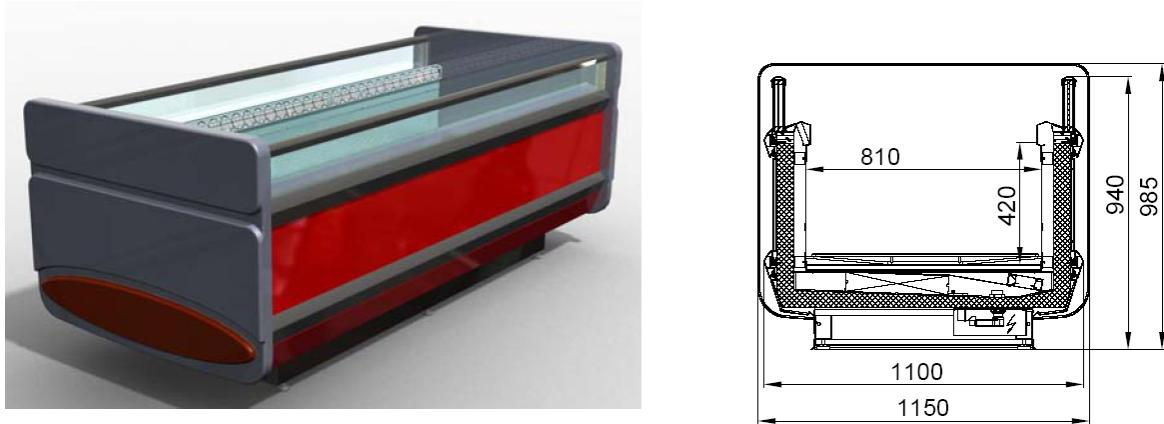

Рисунок 3. Витрина РУБИН КОМПАКТ
- «РУБИН-КОМПАКТ» - бонета шириной 1150мм (глубина выкладки 810мм) с обзорными стеклопакетами высотой 150мм, выполненная под выносную систему хладообеспечения, типоразмеров – 187, 250 (рисунок 3);